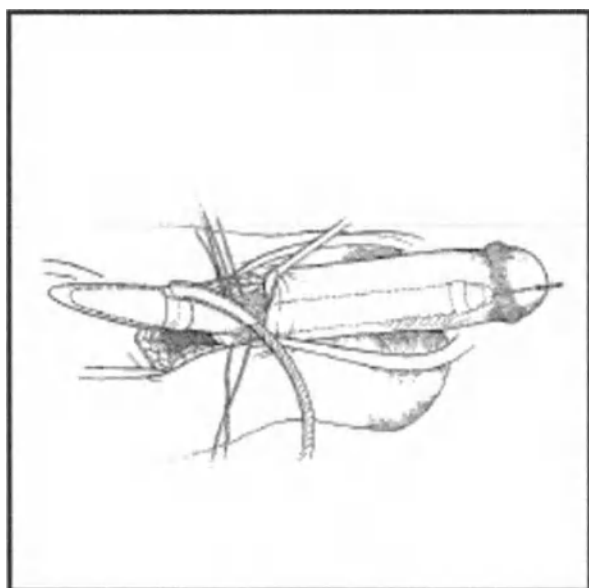

Рис. 27. Инфрапубикальный: введение цилиндров
16. Сложить цилиндр на себя, а затем протолкнуть проксимальный конец цилиндра в ножку, осторожно растягивая дистальный отдел полового члена (рис. 27 и 28). В качестве альтернативы поместить U-образную часть проксимального инструмента на стык между выходной трубкой и цилиндром и использовать инструмент, чтобы протолкнуть проксимальный конец цилиндра в ножку, одновременно осторожно растягивая дистальный отдел полового члена. Более плоская сторона инструмента должна быть обращена к цилиндру.